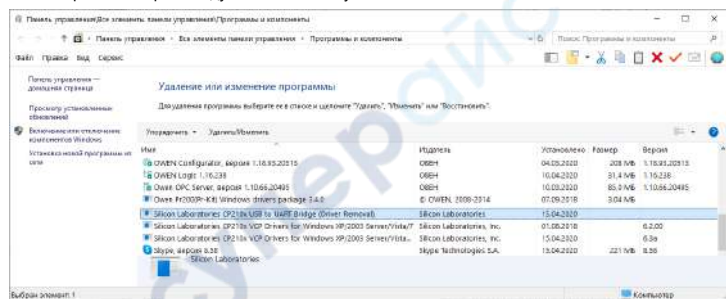

Рисунок 8 – Экранная форма установки и удаления программ
3. В открывшейся экранной форме выбрать из списка программу «Silicon Laboratories CP210x USB to UART Bridge (Driver Removal)» и нажать кнопку «Удалить/Изменить» (см. рисунок 8).